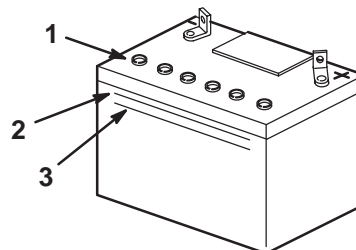

Figure 17
2. Observez le côté de la batterie. Le niveau de l'électrolyte doit atteindre le trait supérieur (Fig. 17).
Note: Ne laissez pas l'électrolyte descendre en dessous du trait inférieur (Fig. 17).
3. Enlevez les bouchons d'aération de la batterie (Fig. 17).
4. Versez de l'eau distillée avec précaution dans chaque élément jusqu'au repère supérieur (Fig. 17) sur le côté de la batterie.
5. Attendez 5 à 10 minutes après avoir rempli les éléments. Ajoutez de l'eau distillée au besoin, pour amener le niveau au repère supérieur (Fig. 17) sur le côté de la batterie.